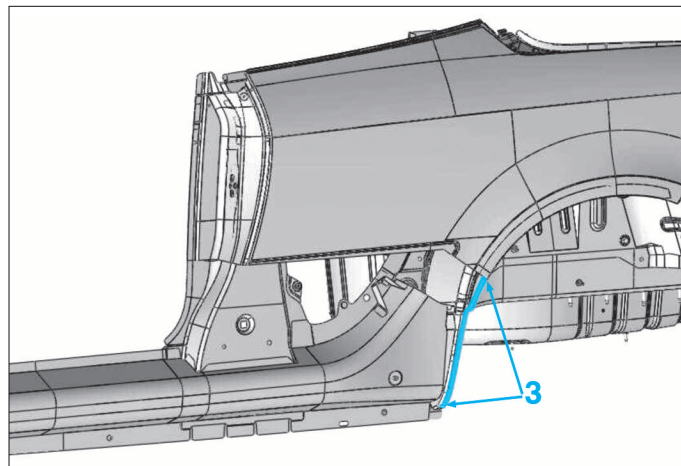

FIG. 60
- Appliquer la colle structurale suivant la ligne (3) (Fig.60).